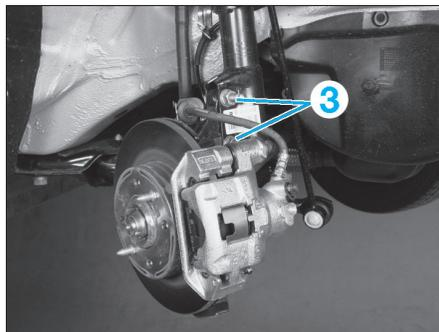

FIG. 17
- les vis de fixation inférieures (3) de l'élément de suspension (Fig.17).